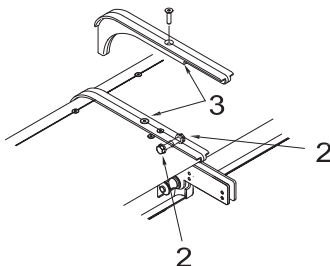

Abb. 16: Kuppelungsschraube
- » Verbinden Sie die Markisenteile mit den Verbindungsschrauben (2 – Abb. 16 / 17) an den Seitenlagern.
- » Schrauben Sie das Oberteil der Markisenkupplung (3 – Abb.16 / 17) an.